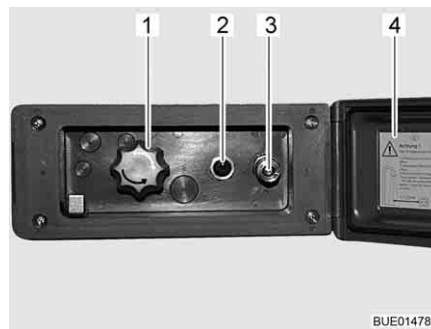

Fig. 87 Branchement de la douche extérieur
- Déverrouiller et ouvrir le couvercle (Fig. 87,4).
- Brancher le flexible de la douche extérieure sur la fermeture rapide (Fig. 87,3).
- Allumer la pompe à eau avec le commutateur (Fig. 87,2).
- Régler la température de l'eau selon ses désirs avec le bouton rotatif (Fig. 87,1).
- Éteindre la pompe à eau avec le commutateur (Fig. 87,2).
- Fermer le couvercle (Fig. 87,4) et verrouiller avec la clé.
- Placer le bouton rotatif (Fig. 87,1) sur la position intermédiaire.